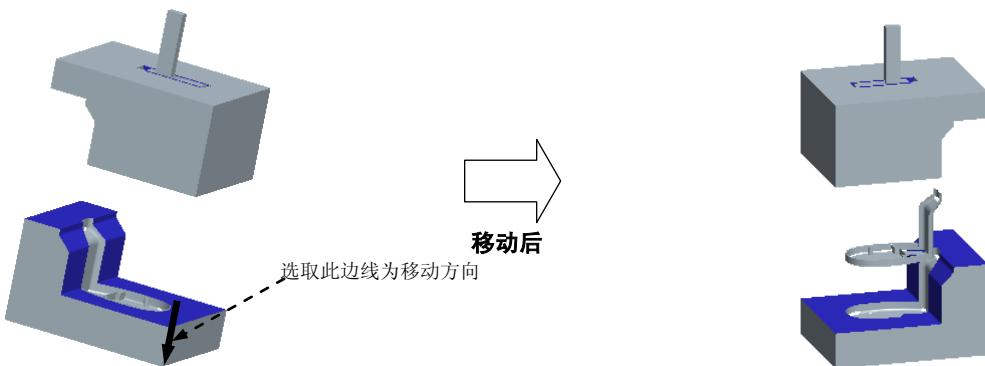

图 26.34 移动铸件
Step1. 移动铸件。参考 Stage2 的操作方法, 选取铸件, 选取图 26.34 所示的边线为移动方向, 输入要移动的距离值 100, 选择 **Done 完成** 命令, 单击 **Done/Return 完成/返回** 按钮。完成铸件的开模动作。